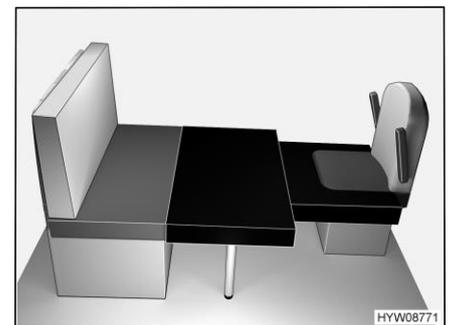

Fig. 79 Después de la transformación
- Colocar el cojín adicional grande en el tablero de la mesa (Fig. 79).
- Colocar el cojín adicional pequeño en el asiento del conductor (Fig. 79).